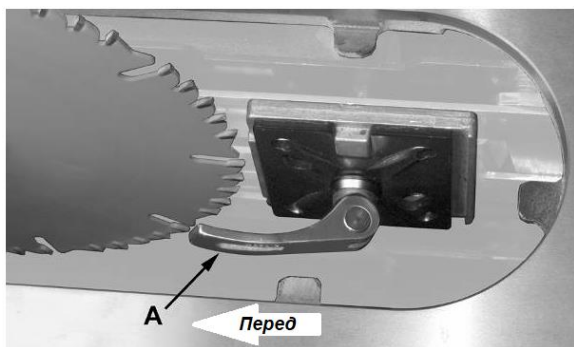

Рис. 14
4. Ослабьте *запорную рукоятку* (А, Рис. 14) и снимите расклинивающий нож. Запомните, в каком направлении следует подвинуть нож, чтобы установить его вровень с диском.